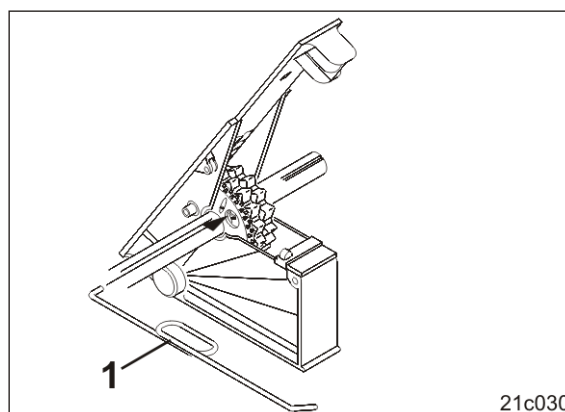

Рис. 163
1. Ключом (Рис. 163/1), входящим в комплект поставки, до упора вдавите расположенный за отверстием штифт в нормальную высевającую катушку.